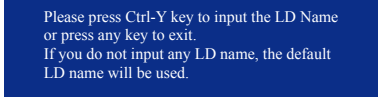

图1
5. 设定完成之后,按下<Ctrl>+<Y>键储存设定值后将出现如图1的画面。按下<Ctrl>+<Y>键自行设定磁盘阵列名称,若无输入,将自动使用预设的名称。